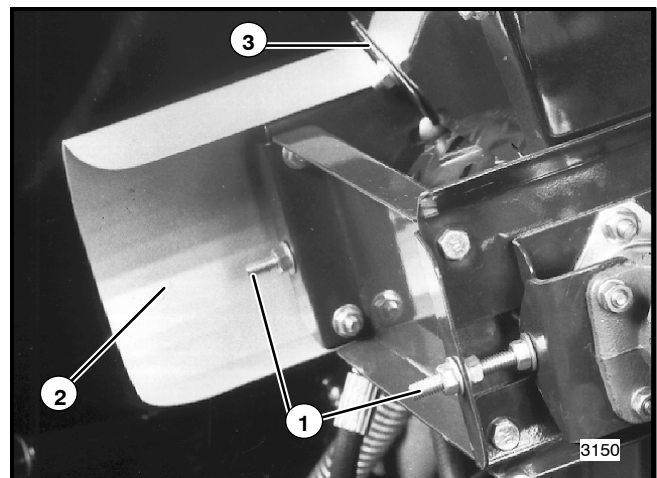

Abbildung 44
**HINWEIS:** Entfernen Sie die gewölbte Abdeckung von der Vorderseite der Transportvorrichtung. Sollte die Abdeckung nicht wie geliefert angebracht sein, muss sie nach der Einstellung des Bands montiert werden (siehe Abb. 44).